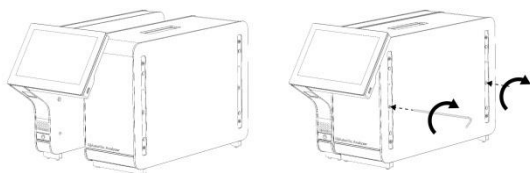

Figura 3. Collegamento del modulo operativo al modulo analitico.
3. Rimuovere il modulo operativo dalla scatola e collegarlo al lato sinistro del modulo analitico. Serrare le viti con lo strumento di assemblaggio del modulo analitico/operativo fornito con il QIAstat-Dx Analyzer 1.0 (Figura 3).